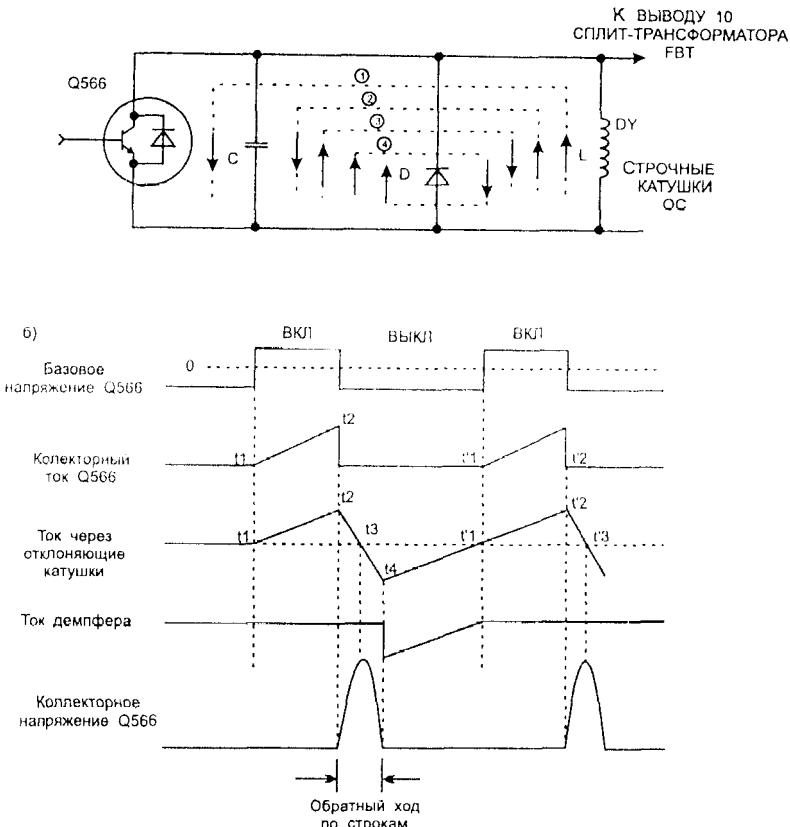

Рис. 2.23. К пояснению принципа работы выходного каскада строчной развертки (а) и осциллограммы напряжений и токов (б)
Рис. 2.23 поясняет принцип работы выходного каскада строевой развертки.
Когда положительный импульс запуска подается на базу транзистора выходного каскада, по нему протекает коллекторный ток (1), который протекает и через катушки отклонения в период (1 — 12 в направлении, показанном на рис. 2.23 а.